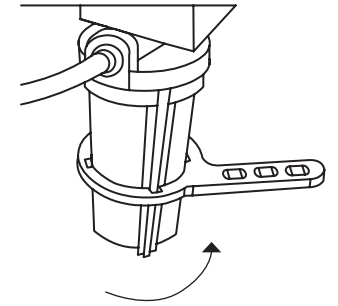

Figura 37.
5. Utiliza la llave portacartuchos (incluida) para retirar el vaso portacartucho. Este se encontrará lleno de agua, por lo que te sugerimos tener a la mano una cubeta para descargar el agua y una franela para limpiar. Retira el cartucho usado (ver Figura 37).